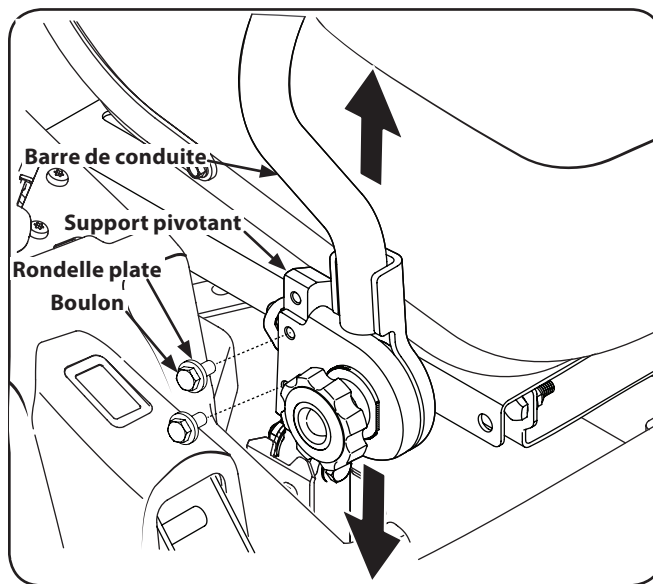

Figure 6-5
- Tournez le bouchon dans le sens anti-horaire pour le retirer, puis vérifiez le niveau d'huile. Il doit y avoir de l'huile au fond de la cuvette, cependant le niveau d'huile NE doit PAS dépasser la marque PLEIN FROID (FULL COLD). Voir Figure 6-5. NE REMPLISSEZ PAS CE RÉSERVOIR.
1. Retirez les boulons et les rondelles plates qui fixent les barres de conduite aux supports pivotants. Voir Figure 6-5.